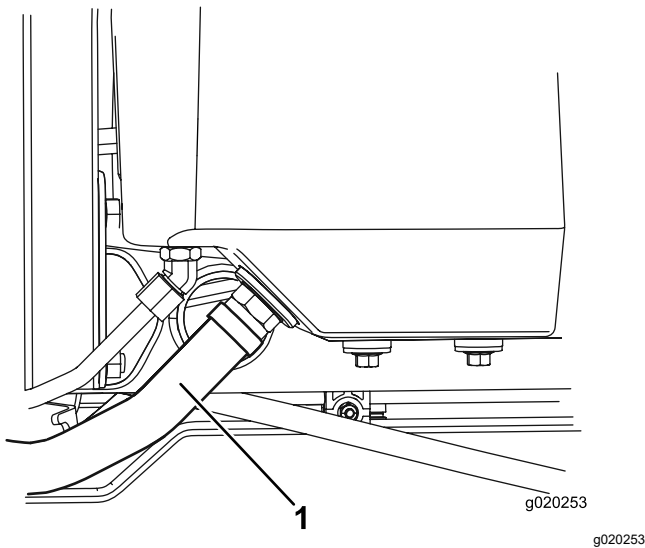

Figura 80
2. Desconecte la manguera hidráulica grande (Figura 80) del depósito y deje fluir el aceite hidráulico en un recipiente apropiado.